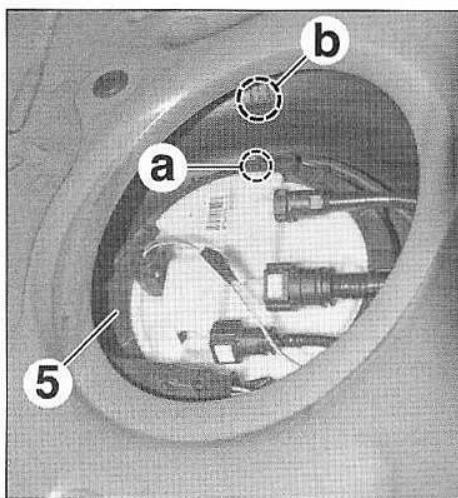

FIG.48
- Remplacer le joint d'étanchéité (7) en veillant à son bon positionnement.
- Reposer la jauge à carburant (6) sur le réservoir.
- A l'aide de l'outil [1], serrer la bague-écrou (5) jusqu'à ce que les repères (a) et (b) soient alignées (Fig.48).